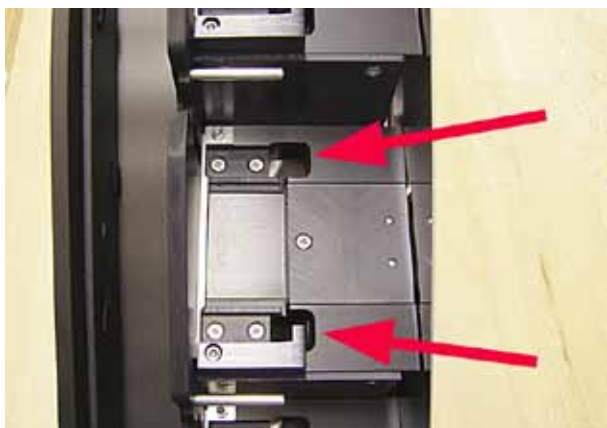

Fig. 44
- Estación de carga (→ "Fig. 44")